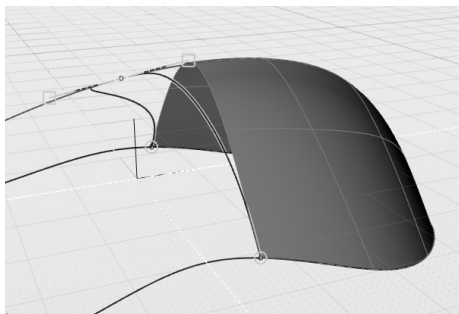

图 5-178 在融合曲线上插入控制点, 并锁定到“曲线 02”上
6) 保持“编辑参数”模式, 将这两个锁定点框选, 在控制面板中勾选“插入”复选框, 在两点间插入一个新的控制点。同时, 按住〈Ctrl〉键, 将这个新插入的控制点锁定到“曲线 02”上, 如图 5-178 所示。